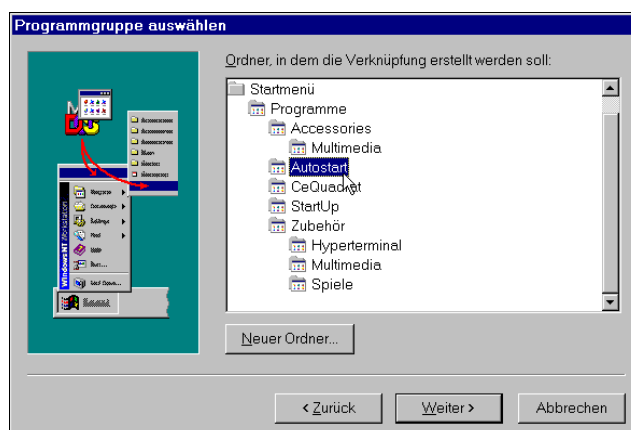

Abbildung 2-6
5. Im Dialogfeld *Programmgruppe auswählen* **Autostart** markieren und mit **Weiter** bestätigen (Abbildung 2-6).